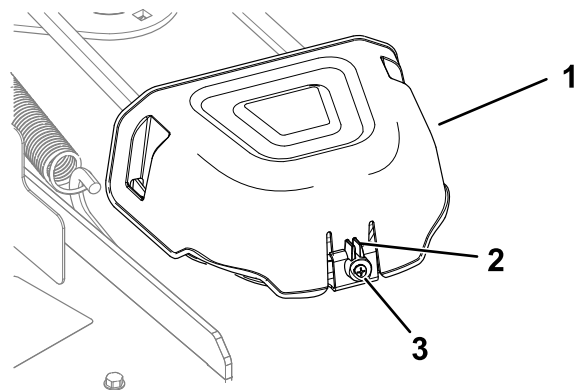

Bild 55
5. Lösen Sie die Schraube und drücken Sie die Lasche am Deckel ein, um die Riemenscheibenabdeckungen (Bild 55) zu entfernen.